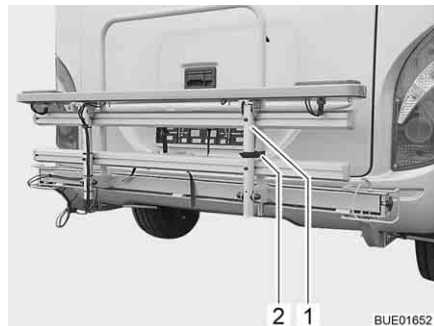

Fig. 1 Portabiciclette (chiuso)
- Allentare la cinghia (Fig. 1,2) e abbassare la staffa (Fig. 1,1).